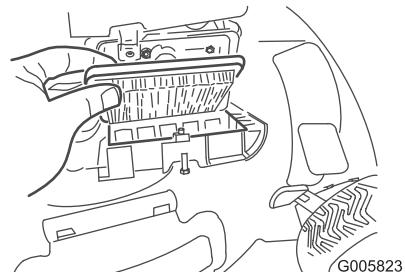

Figure 23
- Remplacez le filtre à air (Figure 23).